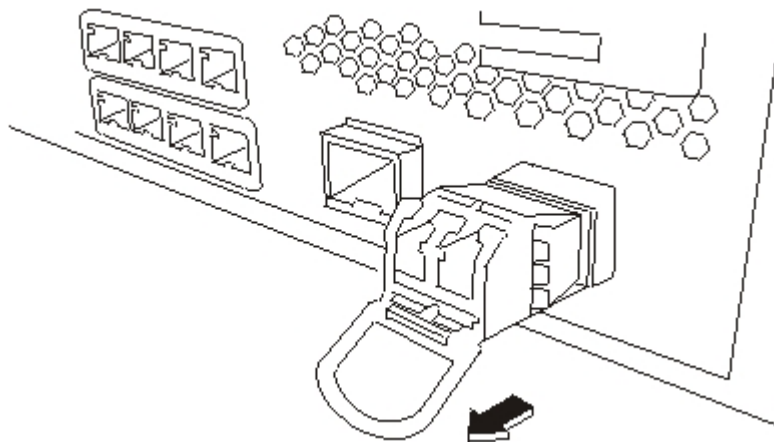

图 28. 卸下 SFP 收发器
3. 向下拉收发器前部的蓝色滑锁, 如第 61 页的图 28 中所示。